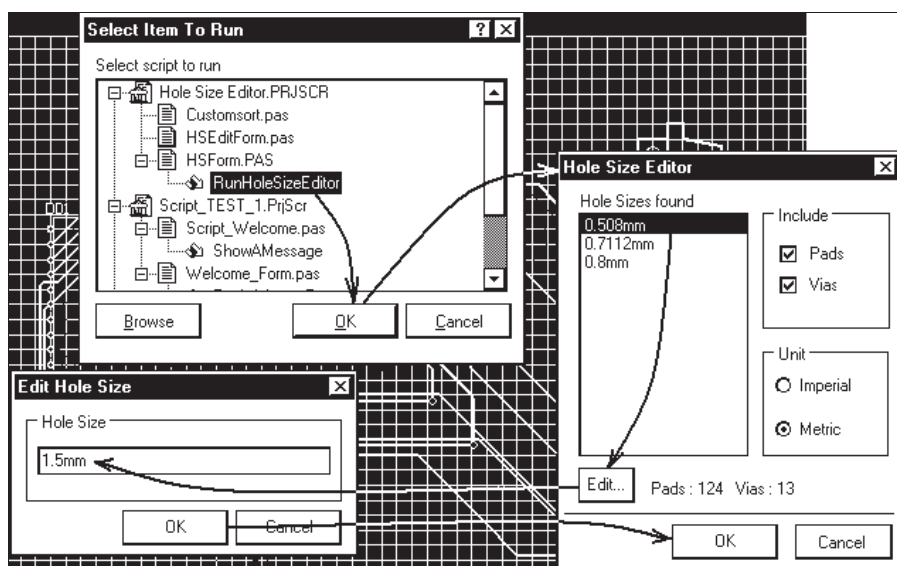

Рис. 14.8. Редактирование диаметров отверстий в PCB-документе
3. В окне **Select Item To Run** (рис. 14.8) выберем пункт **RunHoleSizeEditor**. По щелчку на кнопке **OK** откроется диалоговое окно **Hole Size Editor** скрипт-формы HSForm.pas. Как можно видеть, окно насыщено большим количеством компонентов (инструментов управления):